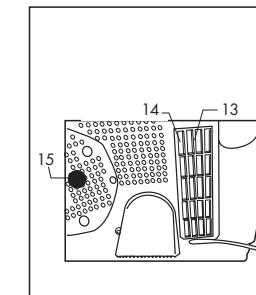

Fig. 16
Pulite periodicamente il filtro aspirazione (14) sganciando il coperchio filtro (13), Fig. 16, sbattendolo e lavandolo con acqua corrente se necessario, quindi lasciarlo asciugare, riposizionarlo nella sua sede e rinserirne il coperchio filtro (13).